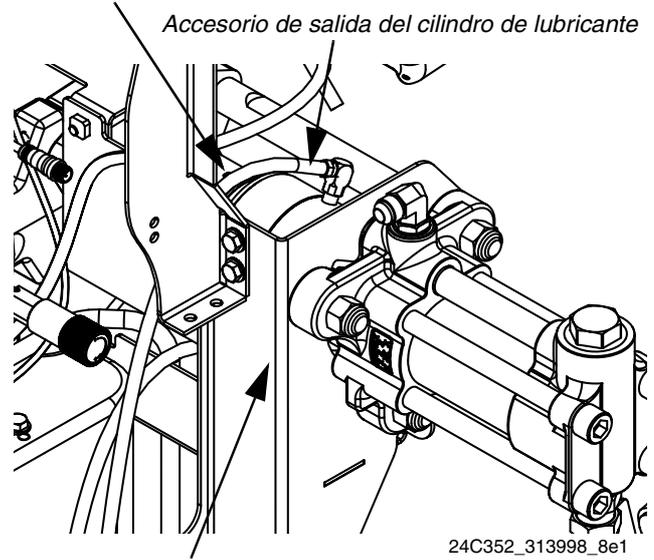

FIG. 5: Cilindro de lubricante, visto desde la parte trasera izquierda de la máquina.
3. Instale los accesorios de entrada y salida del cilindro de lubricante. Vea la FIG. 5. Aplique sellador para roscas a las roscas.